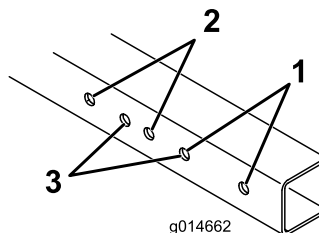

Рисунок 2
1. Чтобы определить, какие крепежные отверстия соответствуют ширине вашей газонокосилки, см. Рисунок 2.
Примечание: На газонокосилках Greensmaster 1000, 1010 и 2000, оборудованных механической щеткой, необходимо снять колесный вал на конце механической щетки и приобрести и установить новый колесный вал (№ по кат. 106–5385). Кроме того, необходимо установить рейлинг в сборе в отверстия на конце механической щетки на Greensmaster 1600 и 1610 (Рисунок 2).